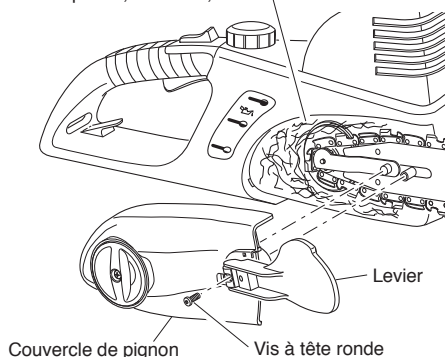
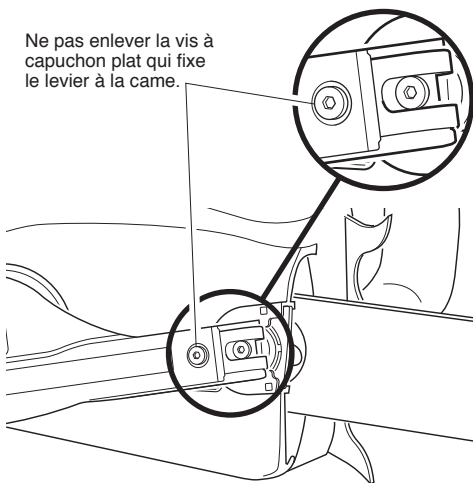

Figure 14 - Enlèvement du couvercle de pignon et nettoyage des débris
Figure 15 - Emplacement de la vis du levier et de la came
2. Agripper le levier de réglage de la tension de la chaîne pour l'ouvrir (voir la Figure 14).
4. Au moyen d'une clef Allen de 5/32 po, desserrez la vis à tête ronde qui fixe le levier et le couvercle du pignon au corps de la tronçonneuse (voir la Figure 14). *Note : Ne pas enlever la vis à capuchon plat qui fixe le levier à la came (voir la Figure 15).*